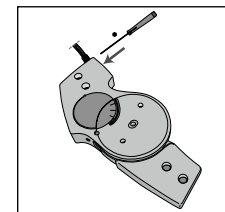

Fig. 8
7. Draai het zekeringsschroefje aan de zijkant van het scharnier los, twee omwentelingen volstaat (zie fig. 8). Het schroefje niet uit het scharnier verwijderen.
18. Draai vervolgens weer de zekeringsschroef van de satelliet stelschroef vast (zie fig. 8).